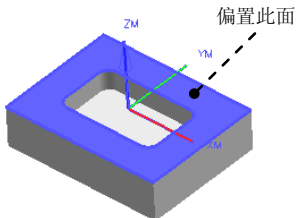
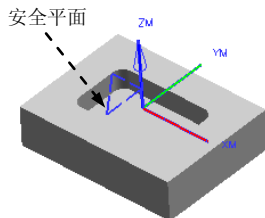

图 3.8.3 选取偏置面
图 3.8.4 创建安全平面
(1) 在“Mill Orient”对话框  间隙 区域的  安全设置选项 下拉列表中选择  平面 选项，单击“选择安全平面”按钮 ，系统弹出“平面构造器”对话框。
(2) 选取图 3.8.3 所示的平面，在  偏置 文本框中输入值 10.0，单击  确定 按钮，系统返回到“Mill Orient”对话框，完成安全平面的创建，如图 3.8.4 所示。
(3) 单击“Mill Orient”对话框中的  确定 按钮。